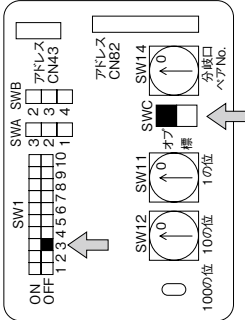

図3
②室内ユニットが上記以外の場合
- 室内ユニット本体のアドレス基板(図3)のスイッチ“SW1”の3番“OFF”側に設定してください。(工場出荷時はON側)